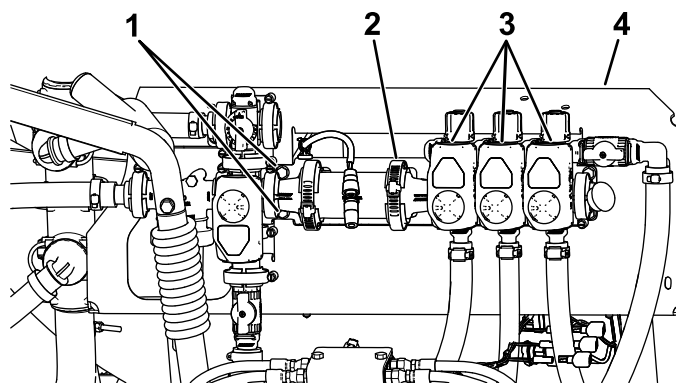

図 4
2. ブームバルブアセンブリを取り付けブラケットに固定しているボルトをゆるめる外さないこと図4。
3. 攪拌バルブをブームバルブアセンブリに固定している既存のワームクランプをゆるめる図4。